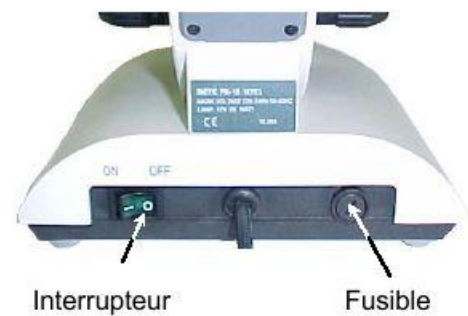

Fig. 1
1. Avant de brancher le microscope, régler l'intensité de la lumière (20) au minimum, ce qui doit être fait chaque fois que le microscope est allumé ou éteint, pour prolonger la durée de vie de l'ampoule.
2. Mettre l'interrupteur sur ON (fig.1).
- a. Presser doucement sur la fente du porte fusible (fig.1) à l'aide d'un tournevis plat et tourner d'un quart de tour dans la direction de la flèche.